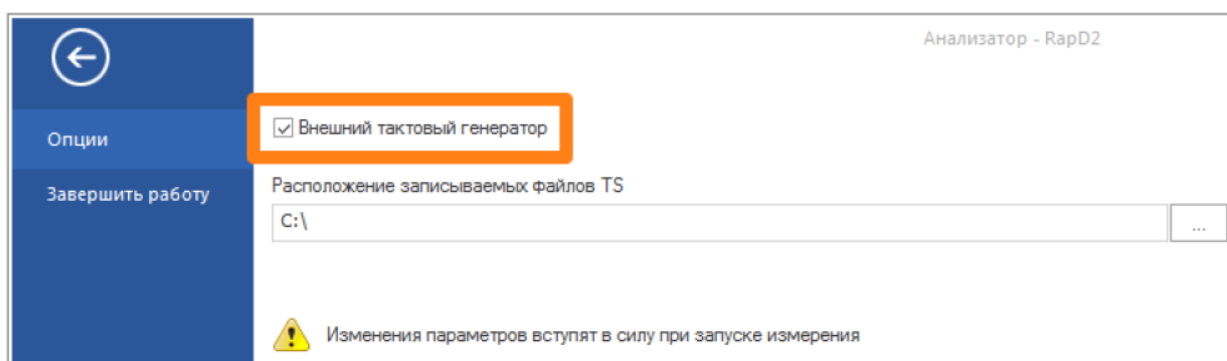

Рисунок 6
9.2.4 Поставьте флажок в строке «Внешний тактовый генератор» (см. рисунок 6).